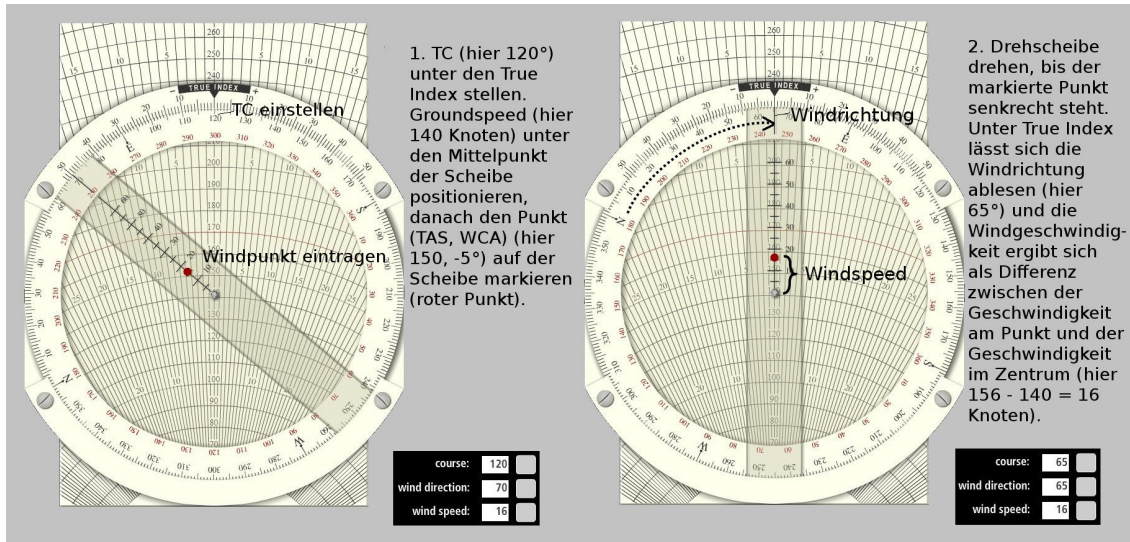

Abbildung 106: Berechnung von W und WS mittels Drehmeier,
Die einzelnen Schritte dazu sind in Abbildung 106 beschrieben: TC unter der Kursmarke einstellen, Windpunkt eintragen, Windpunkt in die Senkrechte drehen, Ergebnis ablesen. Als Ergebnis erhalten wir ca. 16 Knoten Windgeschwindigkeit aus 65°, was wiederum in etwa mit unserer früheren, numerischen Berechnung übereinstimmt. Bei diesem Aufgabentyp (V) berechnet man aus zwei vollständig gegebenen Vektoren den dritten Vektor. Der True Index steht am Ende auf W, der Grommet steht auf GS.